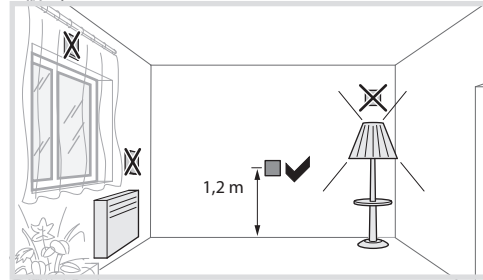

Figura 7: local de montagem dos detectores de movimentos
- Evitar fontes de interferência na área de detecção (figura 4). Fontes de interferência, por ex. radiadores, sistemas de ventilação e de ar condicionado e fontes luminosas que irradiem calor podem originar comutações não desejadas (figura 7).